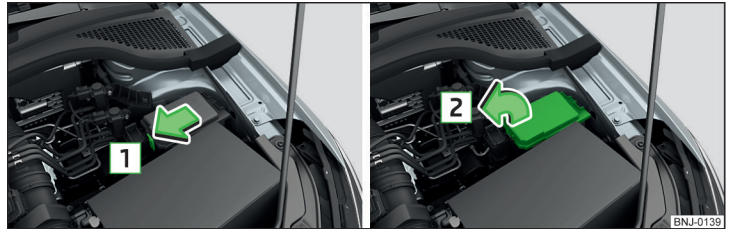

Abb. 192 Abdeckung abnehmen
- Die Verriegelungstaste der Abdeckung in Pfeilrichtung **1** » Abb. 192 drücken.